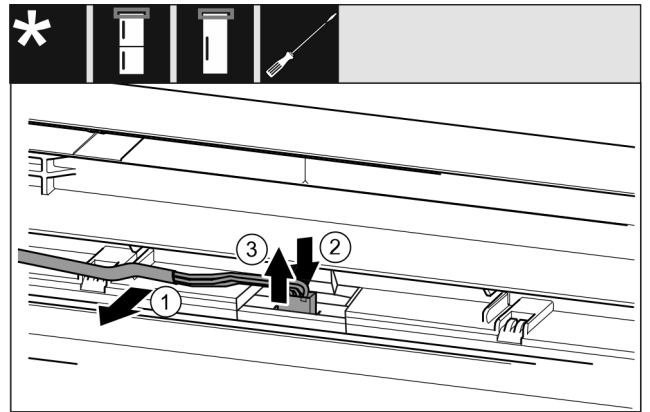

Fig. 22 制冷/冷冻组合/冰柜/冰箱
- ▶ 将电缆 Fig. 22 (1)小心地从门内的导向装置上松开。*
- ▶ 向后按住插头后方的接片 Fig. 22 (2)。*
- ▶ 小心地向上拉出插头 Fig. 22 (3)。*